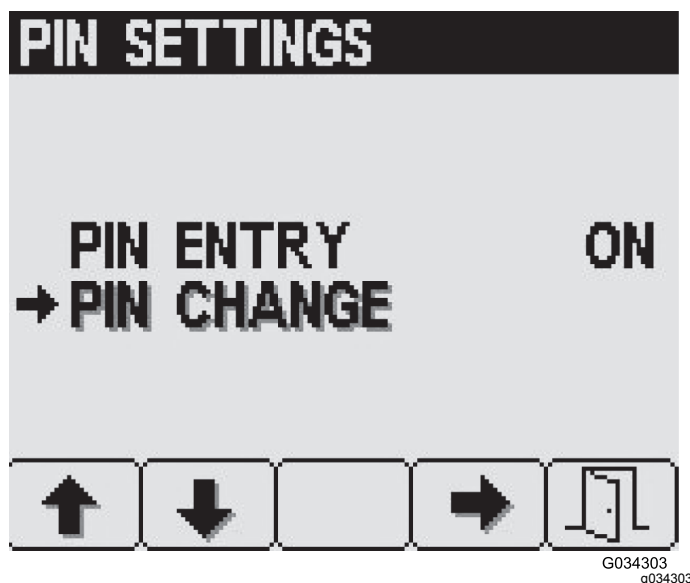

Bild 26
1. Drücken Sie Taste 1 oder 2, um die Option PIN CHANGE auszuwählen (Bild 26).
- Drücken Sie Taste 4, um den Eintrag PIN CHANGE auszuwählen (Bild 26).